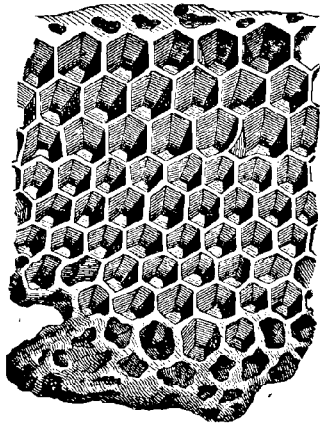

Fig. 411. Gâteau.
**Origine.** — Matière grasse sécrétée par les abeilles et quelques autres insectes. C'est elle qui constitue les parois des alvéoles contenant le miel (fig. 411).